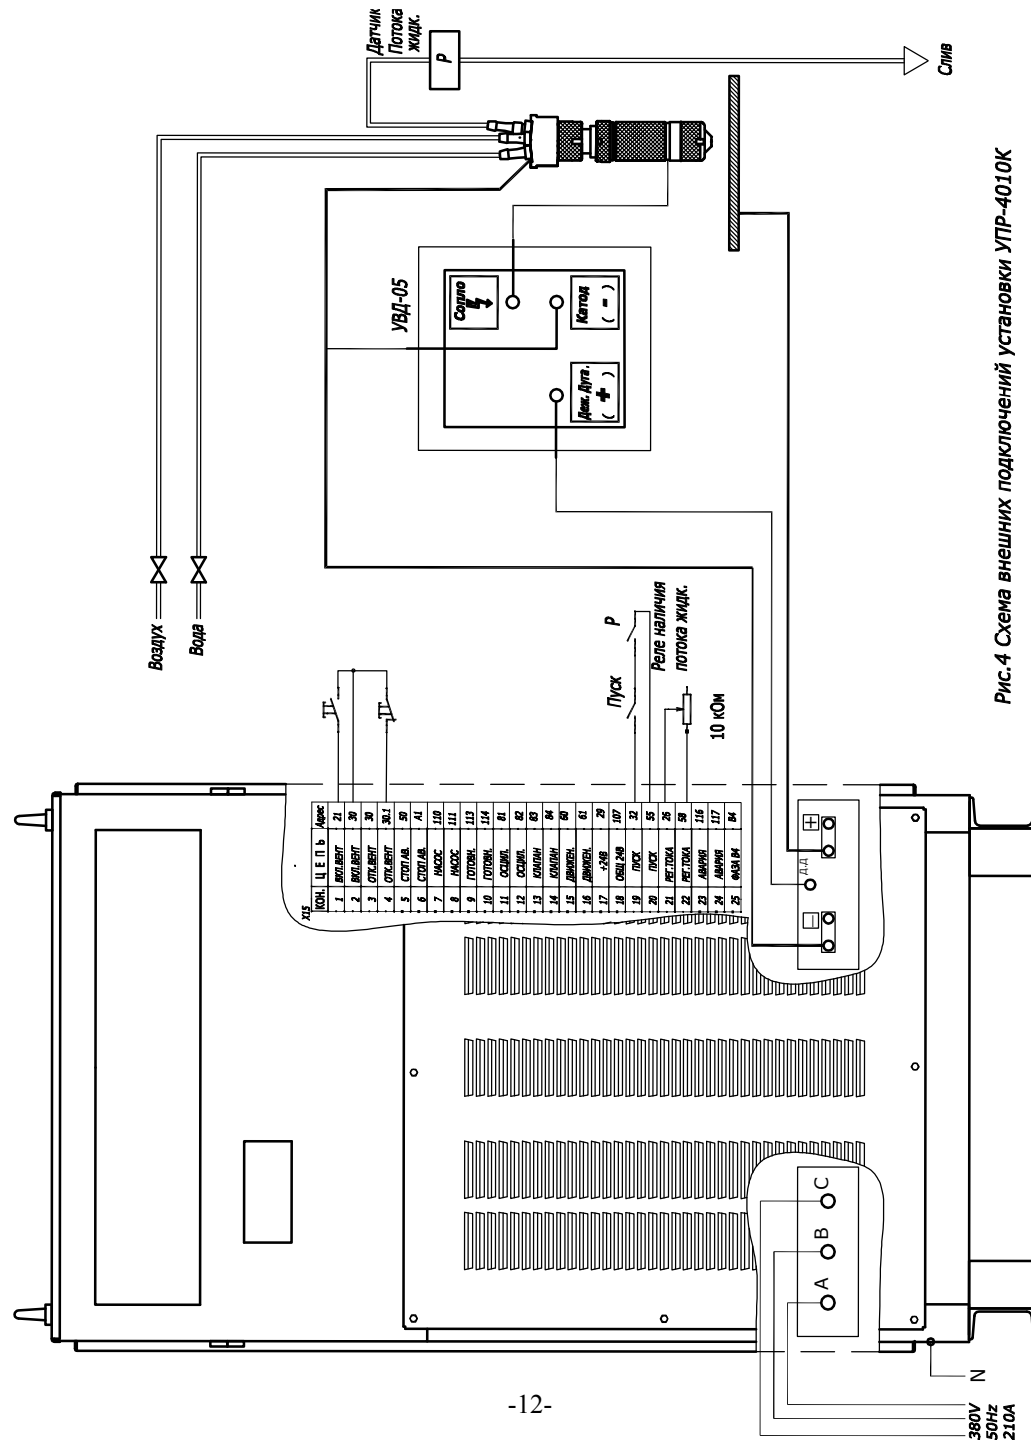

Рис.4 Схема внешних подключений установки УПР-4010К
8.3. Соедините все узлы установки в соответствии со схемой общей, *рисунок 4.*